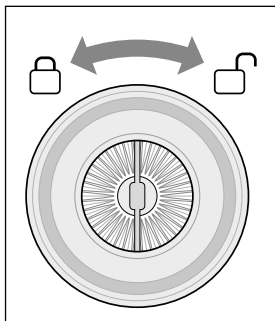

Fig. 9
5. Reinserire il filtro della polvere **5** nell'alloggiamento filtro **4** e ruotarlo verso sinistra su  fino ad innestarlo saldamente nell'alloggiamento filtro **4** (vedere fig. 9).